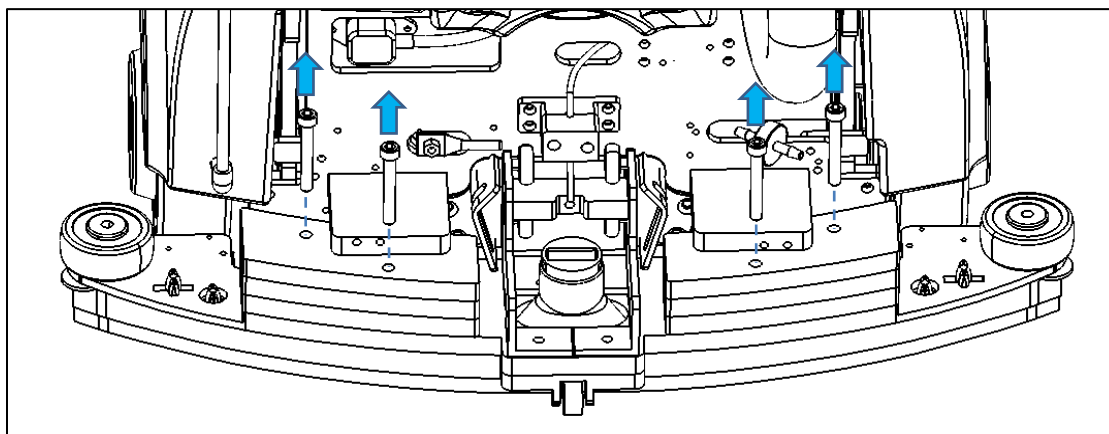
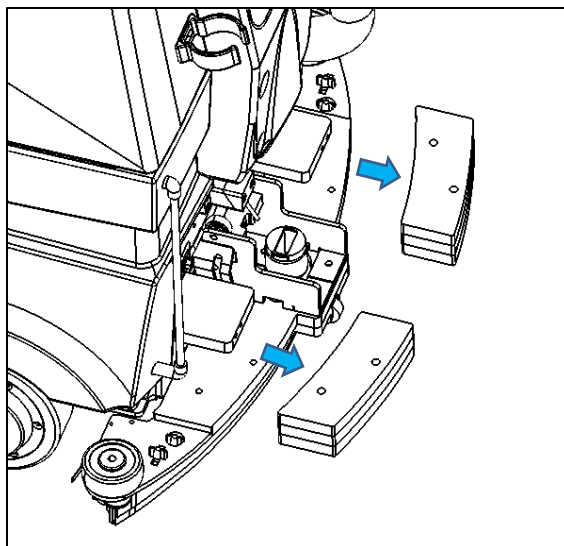

Fig. 3
Fig. 4
3. Dévissez les quatre vis des poids de l'ensemble de la raclette (Fig. 3). Retirez les poids (Fig. 4).